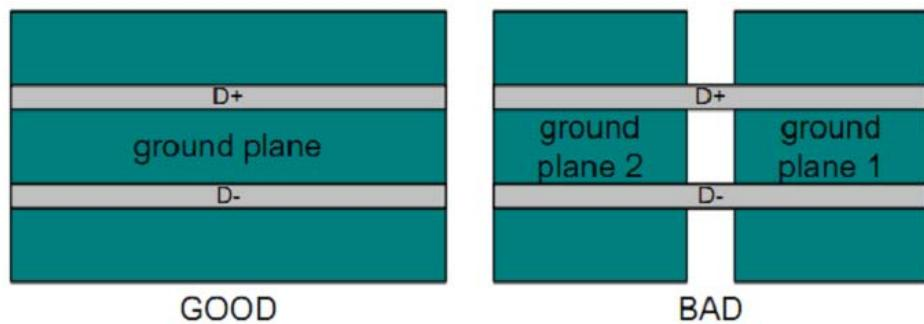

图11-4
- 为抑制电磁辐射，USB建议在内层走线，并保证走线参考面是一个连续完整的参考面，不被分割，否则会造成差分线阻抗的不连续性并增加外部噪声对差分线的影响，如图11-4；